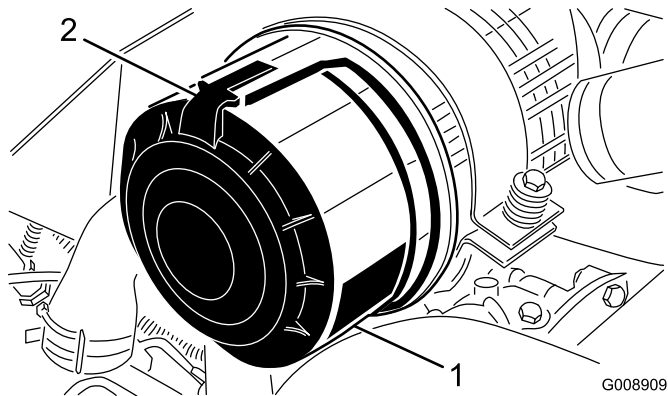

Figura 43
1. Abra los enganches que fijan la tapa del limpiador de aire a la carcasa del limpiador de aire (Figura 43).